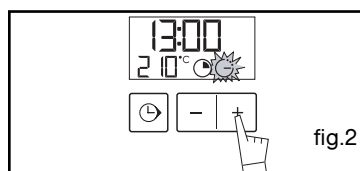

fig.2
Exemple : fin de cuisson à 13h (fig.2).
- Ajustez le temps choisi en appuyant sur les touches + ou - (fig.2).
- Appuyez simultanément sur les touches + et - pendant une dizaine de secondes jusqu'à l'affichage de "CO" afin de rentrer dans le mode de réglage (fig.2).